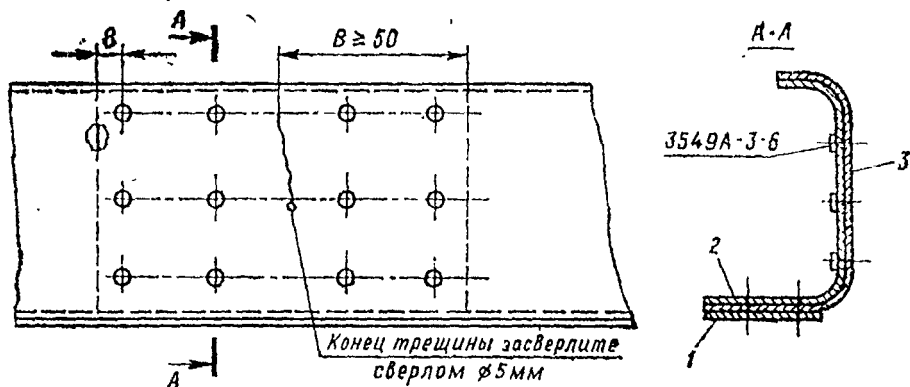

Рис. 4.21. Типовой ремонт балки нижней крышки капота:
5. Пробоины и трещины балок нижней крышки устранили установкой внутренней накладки согласно рис. 4.21. Концы трещины предварительно засверлите сверлом $\varnothing 5$ мм